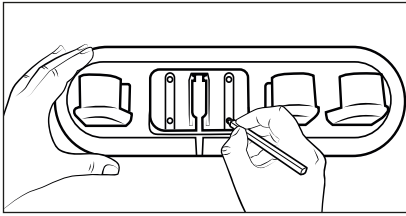

Fig. 5
- 3) Utilizzare il porta-accessori **16** per tracciare i quattro fori sulla parete (vedere fig. 5).